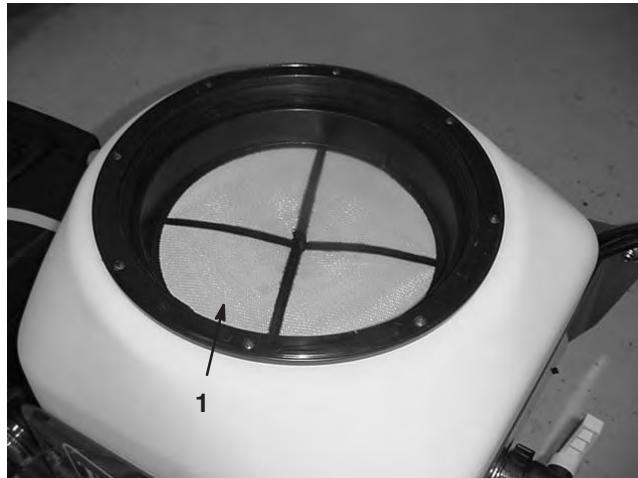

Figure 28
1. Retirez le filtre de la cuve de peinture (Fig. 28) et nettoyez-le à l'eau.